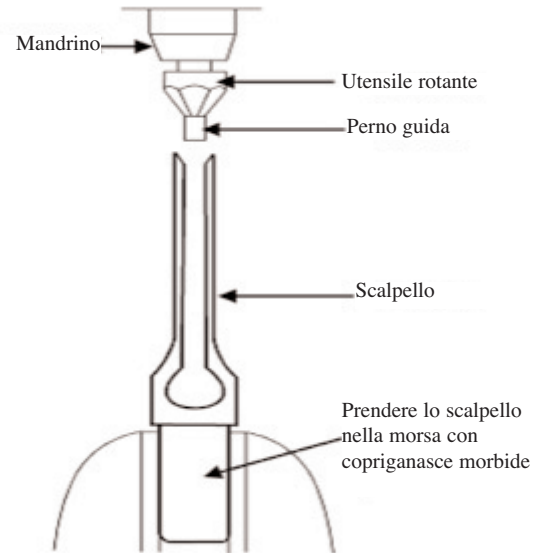

Fig. 8
2. Affilare lo scalpello con utensile di affilatura che ne ha il perno guida con corretta dimensione. (La dimensione del perno guida dipende dalla misura del vostro scalpello). Due o tre giri dell'utensile nel mandrino di trapano da falegname sarebbe sufficiente per affilare lo scalpello, come illustrato nella, as shown in Fig. 8.